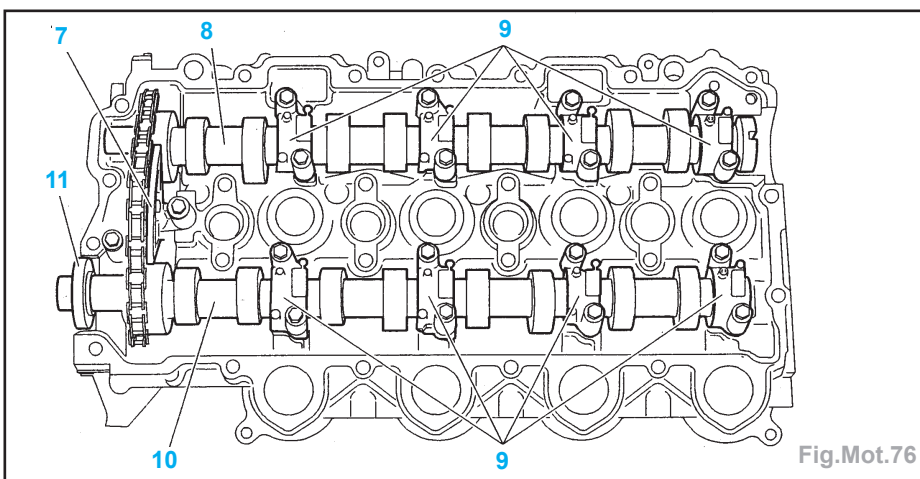

Fig.Mot.76
Important : Repérer l'emplacement des chapeaux de paliers d'arbre à cames (9) (Fig.Mot.76).